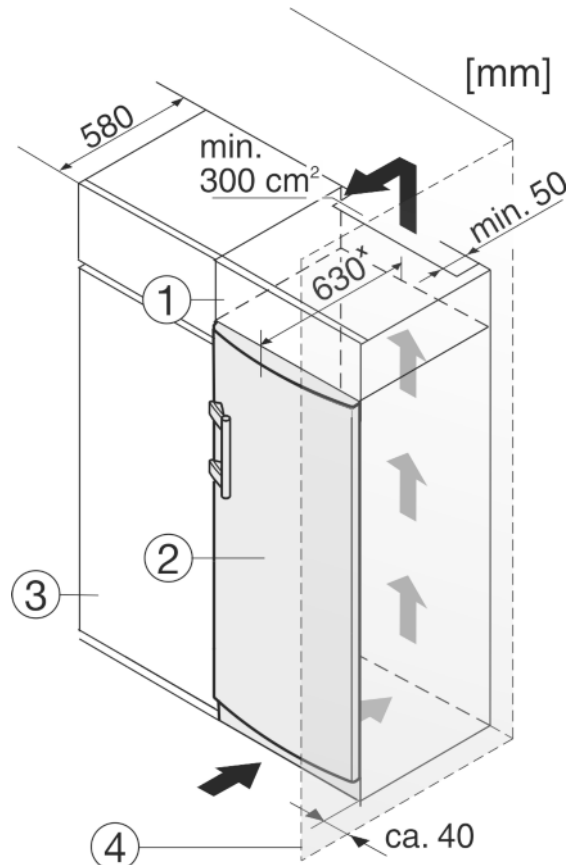

Fig. 3
Laite voidaan asentaa kalustekaappiin. Jotta korkeus Fig. 3 (2) saadaan yhdenmukaiseksi kaapistojen kanssa, laitteen päälle voi asentaa lisäkaapin Fig. 3 (1).
Asennettaessa keittiökaapistoon (syvyys enintään 580 mm) laite voidaan sijoittaa aivan keittiökaapin Fig. 3 (3) viereen. Laite on sivuilta 34 mm x ja laitteen keskikohdasta 50 mm x edempänä keittiökaapin etuosaa.
Jos laite sijoitetaan oven saranapuoli suoraan seinään Fig. 3 (4) päin, on laitteen ja seinän väliin jätettävä vähintään 40 mm vapaa tila. Tämä vastaa kädensijan syvyyttä oven ollessa auki.